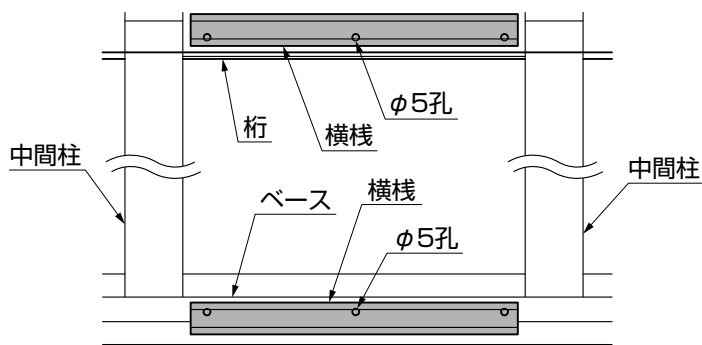

図2-3
- 横棧は上下に取付ける向きがあります。φ5の孔位置が上下、逆になりますので確認して取付けてください。(図2-3参照)